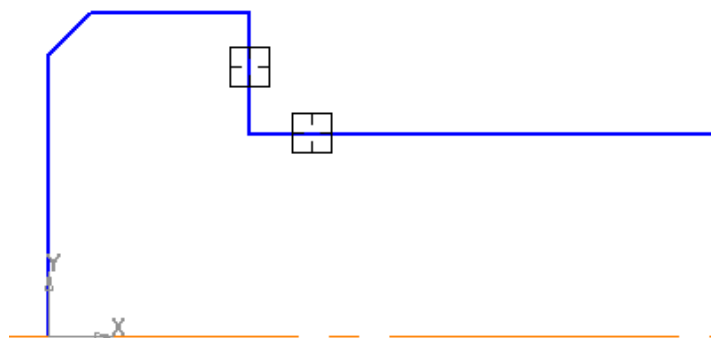

Рисунок 9
- Укажите два отрезка — скругление будет построено (рис.9).